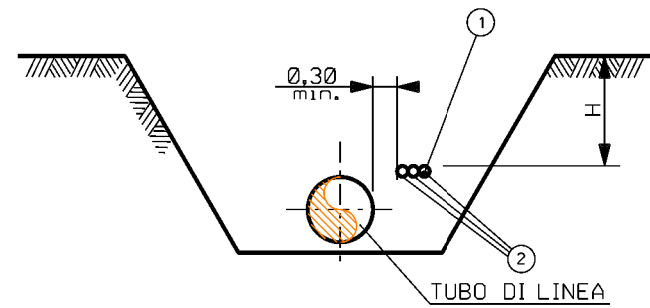

Fig. 1
- PER $H < 3$ m LA POLIFORA DOVRA' ESSERE DIRETTAMENTE INTERRATA A FIANCO DELLA CONDOTTA GAS, NELLO STESSO SCAVO, AD UNA QUOTA CORRISPONDENTE ALLA GENERATRICE SUPERIORE DELLA STESSA E POSIZIONATA A ORE DUE SUL LATO SCAVO COME INDICATO IN Fig.1; TRA LA CONDOTTA E LA POLIFORA DOVRA' COMUNQUE ESSERE GARANTITA UNA DISTANZA DI ALMENO 30cm RISPETTO ALLA PROIEZIONE VERTICALE DELLA GENERATRICE ESTERNA DELLA CONDOTTA STESSA.